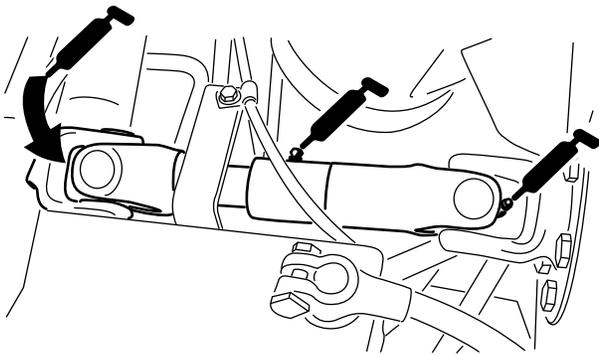

Рисунок 46
- Универсальный шарнир приводного вала насоса (3 шт.) (Рисунок 46)